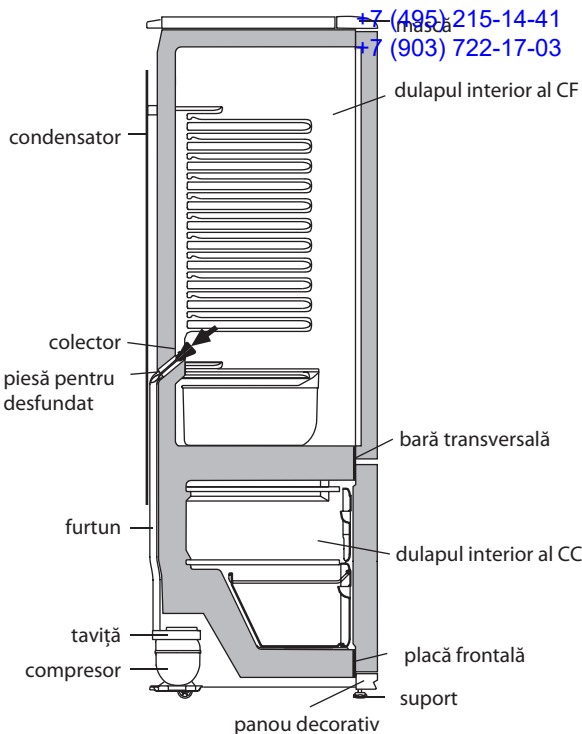

Figura 4 — Schema scurgerii apei rezultate în urma topirii din CF
2.2.1 În CF se folosește un sistem automat de dezghețare. Bruma, care apare pe pereții din spate al CF, după deconectarea compresorului care lucrează în ciclu, se topește și se transformă în picături de apă. Picăturile de apă rezultată în urma topirii se scurg în colector, apoi prin gaura acestuia și prin furtun - în tavița de pe compresor, în conformitate cu figura 4 și se evaporă. Gaura colectorului este dotată cu o piesă pentru prevenirea înfundării sistemului de drenaj.
Prezența apei în colector indică înfundarea sistemului de drenaj. Pentru eliminarea înfundării folosiți piesa corespunzătoare și curățați gaura colectorului, astfel ca apa să se scurgă liber în taviță, apoi spălați piesa și instalați-o în conformitate cu figura 4.
SE INTERZICE să utilizați frigiderul cu sistemul de scurgere înfundat. Apa care a apărut pe fundul CF sau care a ajuns în locul de alăturare a barei transversale și a dulapului interior al CF, în conformitate cu figura 4, poate provoca coroziunea dulapului exterior al frigiderului și elementelor agregatului frigorific, defectarea izolației termice, formarea crăpăturilor dulapului interior și defecțiunea frigiderului.
SE INTERZICE să decongeleți congelatorul fără utilizarea elementului pentru drenare. Apa rezultată în urma topirii care se scurge din cameră afară de elementul pentru drenare, pătrunzând în locul de alăturare a plăcii frontale la dulapul interior în conformitate cu figura 4, poate provoca coroziunea dulapului exterior al congelatorului și a elementelor agregatului frigorific, defectarea izolației termice, formarea crăpăturilor dulapului interior și defectarea dulapului frigiderului.